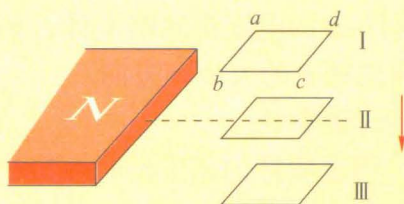

图 1-5-5
3. 如图 1-5-5 所示, 一水平放置的矩形线圈 $abcd$ 在磁体 N 极附近竖直下落, 保持 bc 边在纸外, ad 边在纸内, 由图中的位置 I 经过位置 II 到位置 III, 这三个位置靠得很近. 在这个过程中, 线圈中感应电流的方向 ()